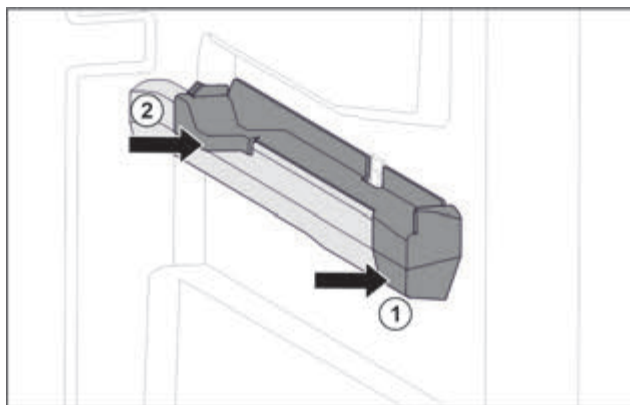

Fig. 47 Вставна частина на правому ребрі для резервуару
- ▶ Одягти вставну частину вперед на ребро резервуару. Fig. 47 (1)
- ▶ Притиснути вставну частину позаду. Fig. 47 (2)